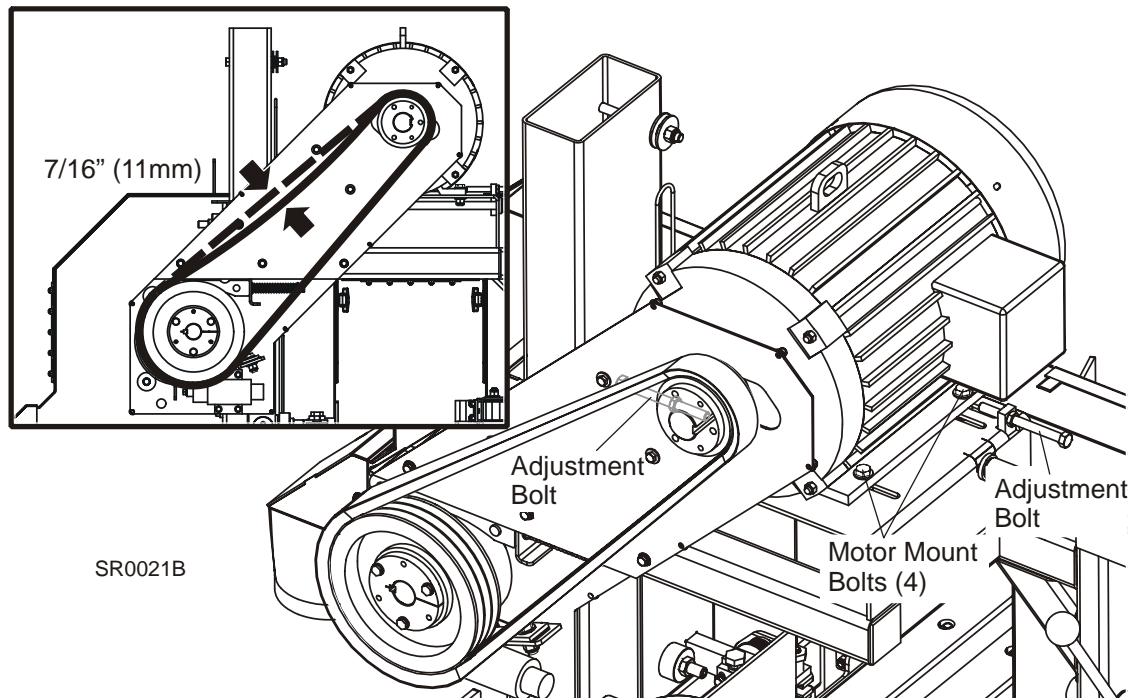

FIG. 4-3
**Voir Figure 4-3.** Pour ajuster la tension de la courroie de transmission: